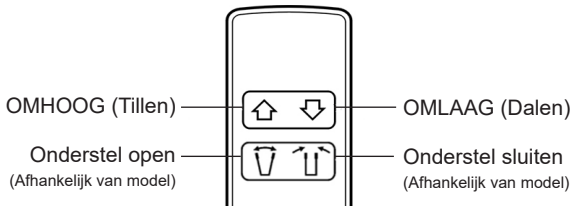

Fig. 9
7. Druk op de knoppen OP en NEER op de handbediening en controleer of de tilarm overeenkomstig omhoog of omlaag gaat (fig. 9).